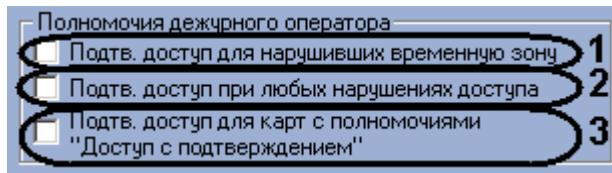

Рис. 3.4-25 Параметры группы Полномочия Дежурного оператора
5. Настроить параметры группы **Полномочия дежурного оператора** (Рис. 3.4-25).
- 5.1 Установить флажок **Подтв. доступа нарушивших временную зону**, если необходимо, чтобы доступ пользователям, нарушившим временную зону, мог быть предоставлен дежурным оператором нажатием кнопки **Подтверждение доступа** (см. Рис. 3.4-25, 1).
- 5.2 Установить флажок **Подтв. доступа при любых нарушениях доступа**, если необходимо, чтобы доступ пользователям, нарушившим временную зону или последовательность прохода, мог быть предоставлен дежурным оператором нажатием кнопки **Подтверждение доступа** (см. Рис. 3.4-25, 2).
- 5.3 Установить флажок **Подтв. доступ для карт с полномочиями “Доступ с подтверждением”**, если необходимо задать право оператора подтверждать доступ для карт с полномочиями **Доступ с подтверждением** (см. Рис. 3.4-25, 3).